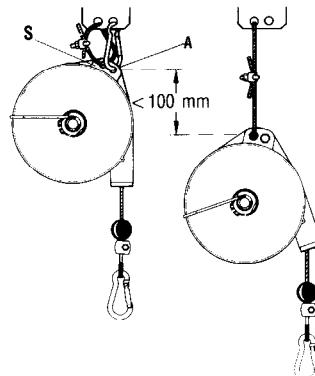

Fig. 2
- For å øke kapasiteten roteres hylsen 4 i retning mot klokken ved bruk av en skrunokkel D (Fig. 2).
- Para aumentar a capacidade, rode a bucha 4 no sentido inverso ao dos ponteiros do relógio utilizando uma chave inglesa D. (Fig. 2.)